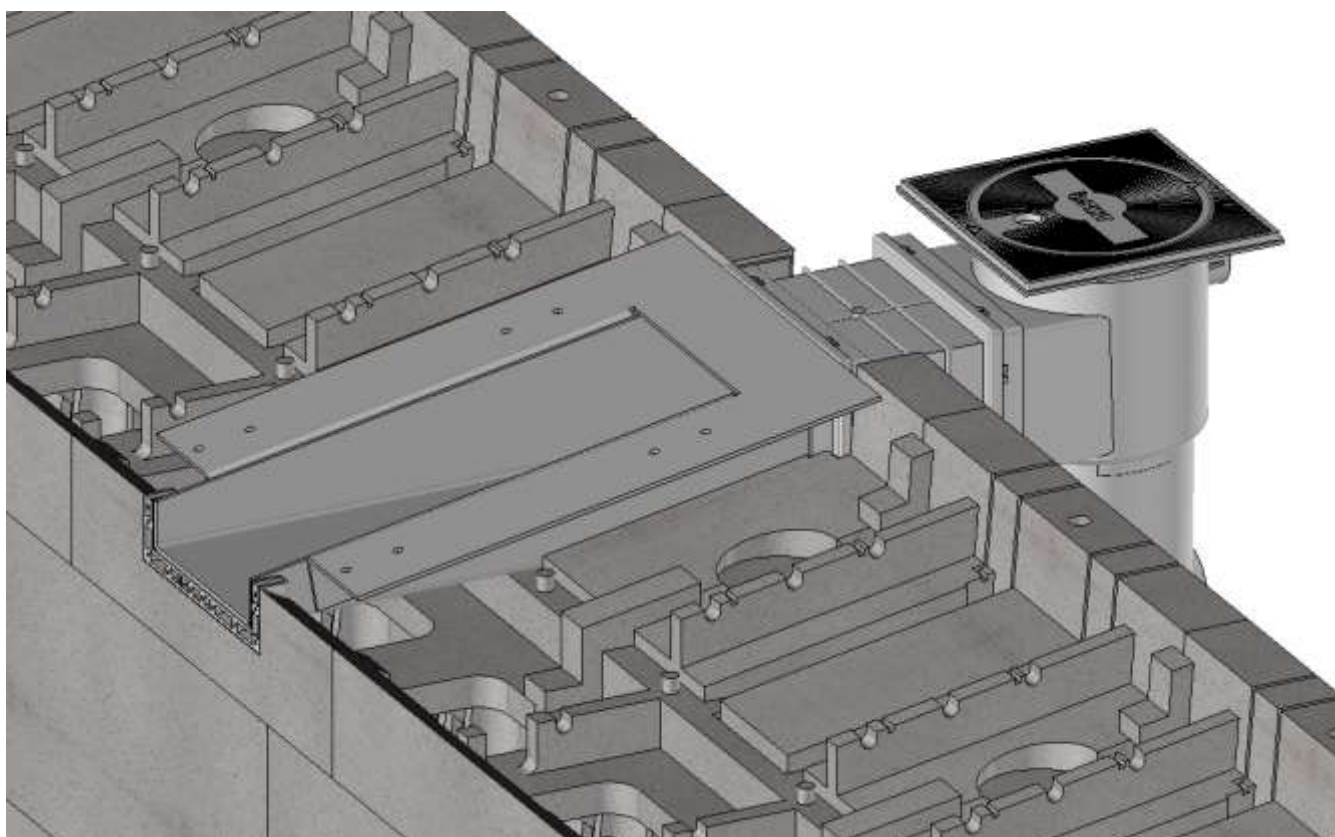

Figure 7 : Mise en place du skimmer
- Positionner le(s) skimmer(s) à l'emplacement du/des modules créés préalablement (Figure 7).